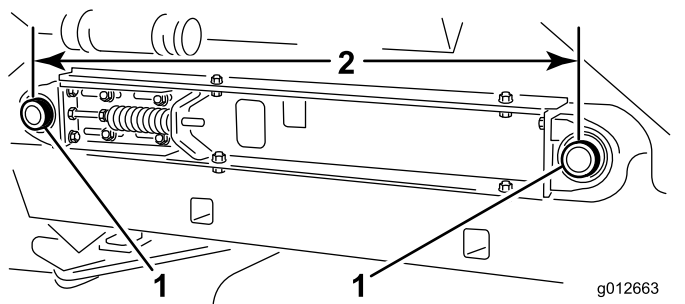

Figure 21
7. Mesurez l'entraxe des arbres des rouleaux de la bande de chaque côté de la machine pour vérifier qu'il est identique (Figure 21).